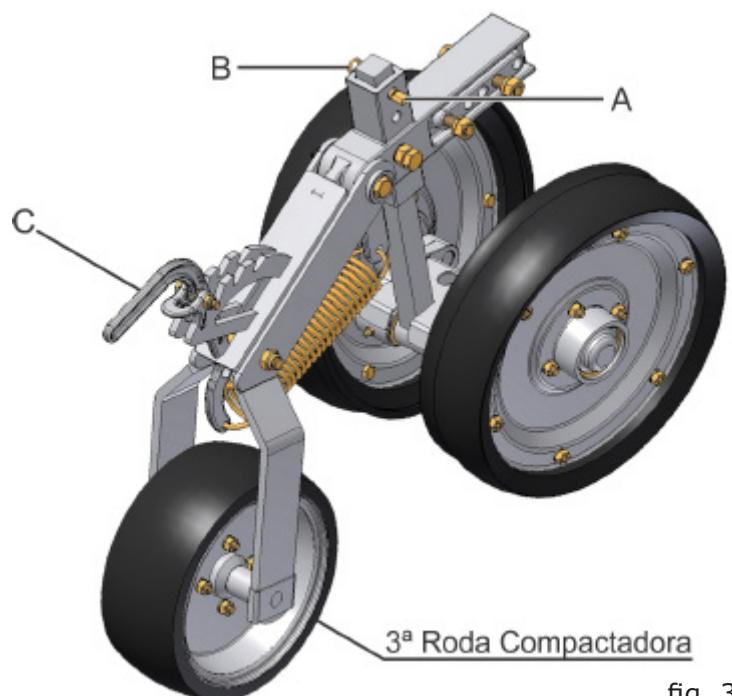

fig. 30
Para se fazer a regulagem de pressão da roda compactadora, ajuste a pressão da mola deslocando a alavanca (C) (fig. 30/31). Quanto maior a pressão da mola, maior será a pressão exercida sob a semente.
Observe que o pino regulador (A) (fig. 30/31) fique na mesma posição em todas as linhas de plantio.